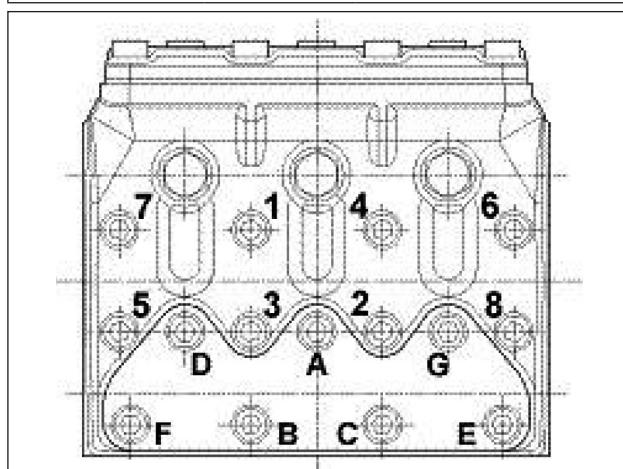

Рис. 24
** Винты крепления головки, поз. 39 на деталировочном чертеже (65-KFR), необходимо затягивать динамометрическим ключом в порядке, указанном на схеме на Рис. 24, смазав резьбовую ножку.
*** Винты крепления крышек клапанов, поз. 40 на деталировочном чертеже (61-KFR), нужно затягивать динамометрическим ключом в порядке, указанном на схеме на Рис. 24, смазав резьбовую ножку.